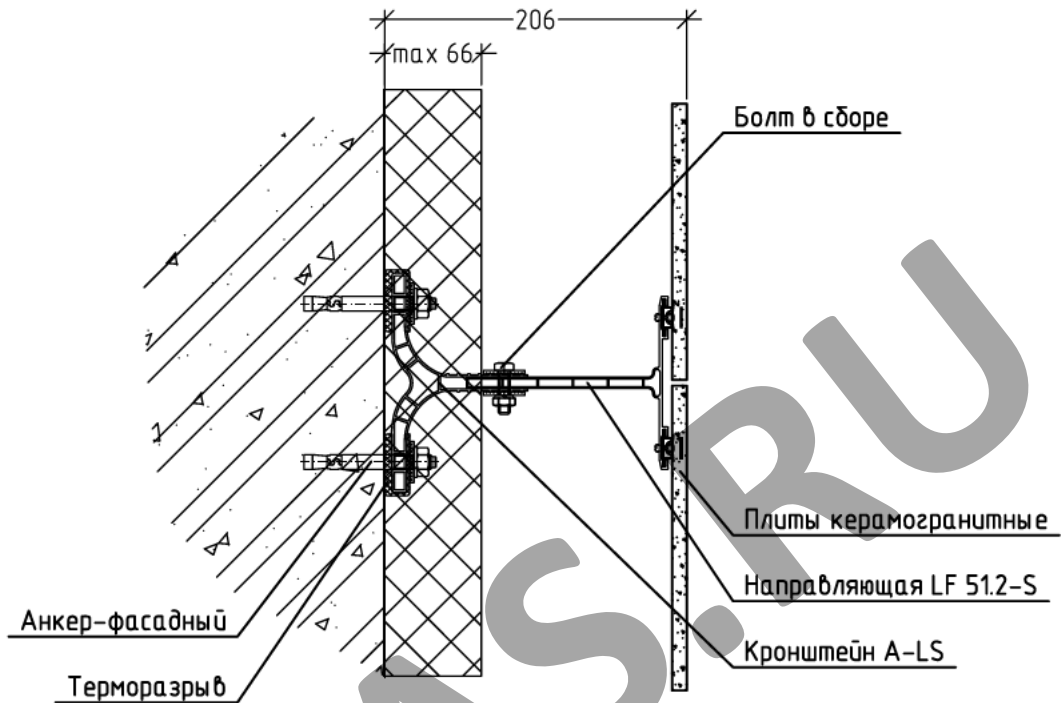

Рис. 2.
I. Вариант крепления направляющей LF 51.2-S/LF 51-S с кронштейном A-LS 120.1. Направляющая вставляется в паз кронштейна, в проектное положение. Затем просверливается отверстие, диаметром 6,2 / 8,2 мм, и крепится болтовым соединением М6/М8 (смотреть по проекту) через шайбы АВ-10, с усилием затяжки 50Н (рис.2).